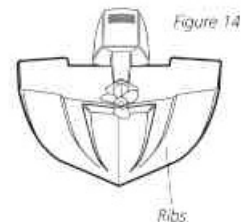

Figure 14
- Examinez l'extérieur de la coque pour repérer les zones les moins exposées à l'eau agitée. Évitez les nervures, listons ou autres reliefs pouvant provoquer des turbulences (voir Figure 14).